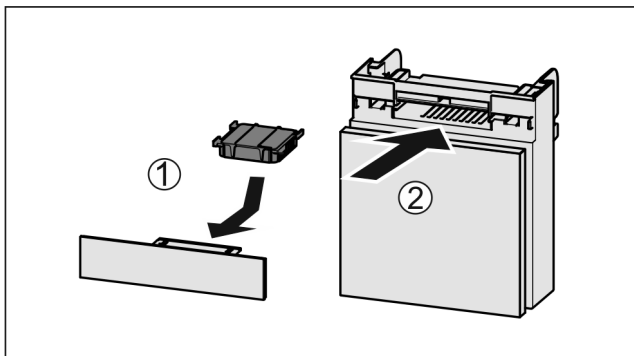

Fig. 75
- ▶ Aktivkohlefilter nach Abbildung einsetzen Fig. 75 (1).
- ▶ Fach einschieben Fig. 75 (2).